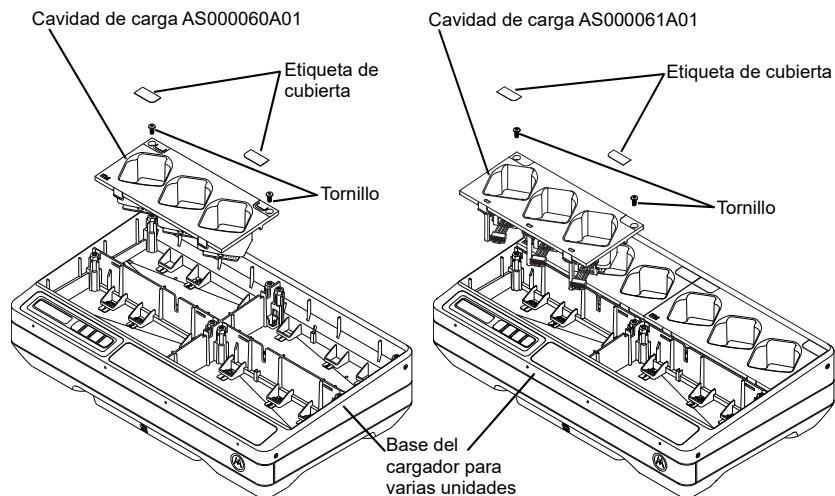

Figura 7: Instalación y extracción de la cavidad de carga.
4. Retire el arnés de la cavidad tirando hacia arriba en el conector (consulte la Figura 7).